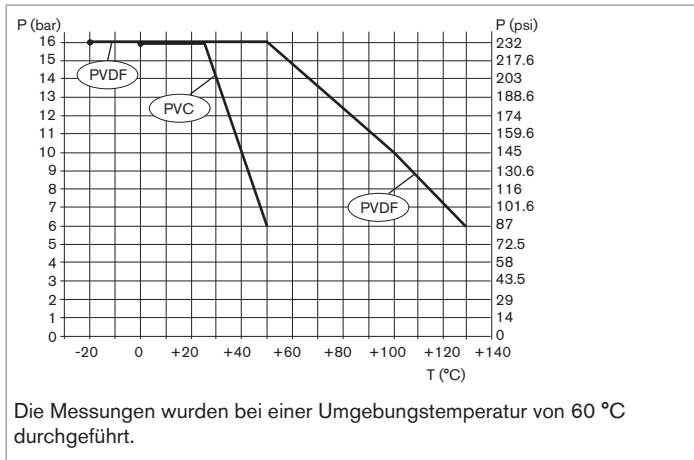
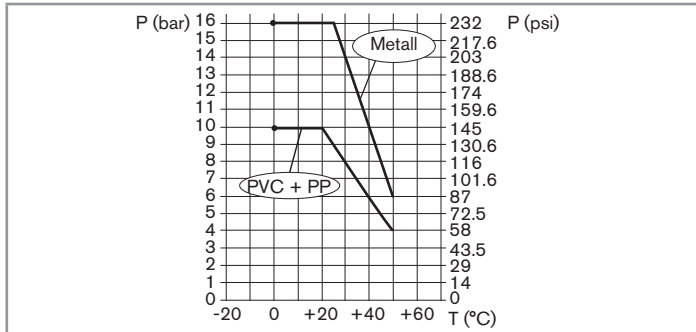
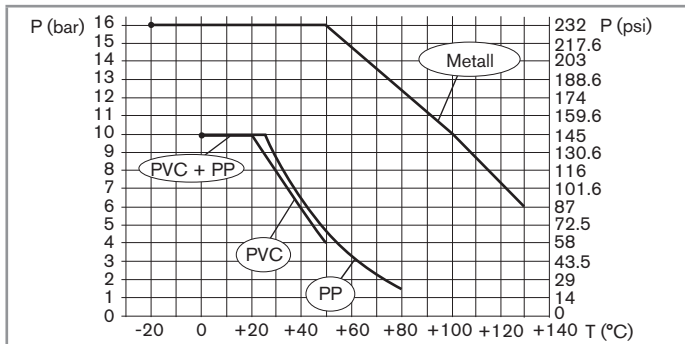

Bild 3 : Gerät ohne Sonde, Überwurfmutterwerkstoff PVC oder PVDF, Abhängigkeit Flüssigkeitsdruck-Flüssigkeitstemperatur,
Bild 4 : Gerätvariante Überwurfmutterwerkstoff PVC ohne Sonde, und S022 aus Metall, PVC oder PP, Abhängigkeit Flüssigkeitsdruck-Flüssigkeitstemperatur
Bild 5 : Gerätvariante Überwurfmutterwerkstoff PVDF ohne Sonde, und S022 aus Metall, PVC oder PP, Abhängigkeit Flüssigkeitsdruck-Flüssigkeitstemperatur
2) nicht durch UL bewertet	Der Druck der Flüssigkeit kann durch den Werkstoff der Überwurfmutter und die Flüssigkeitstemperatur eingeschränkt sein. Siehe Bild 3 , Bild 4 und Bild 5 .
<ul style="list-style-type: none"> Gerätvariante mit Überwurfmutter aus PVC 	<ul style="list-style-type: none"> 0...+50 °C <p>Die Flüssigkeitstemperatur kann durch die verwendete Sonde und den verwendete Fitting eingeschränkt sein. Siehe die entsprechenden Bedienungsanleitungen.</p> <p>Die Flüssigkeitstemperatur kann durch den Werkstoff der Überwurfmutter und den Druck der Flüssigkeit eingeschränkt sein. Siehe Bild 3 und Bild 4.</p>
<ul style="list-style-type: none"> ▪ Gerätvariante mit Überwurfmutter aus PVDF 	<ul style="list-style-type: none"> ▪ $-20...+130\text{ °C}$ <p>Die Flüssigkeitstemperatur kann durch die verwendete Sonde und den verwendete Fitting eingeschränkt sein. Siehe die entsprechenden Bedienungsanleitungen.</p> <p>Die Flüssigkeitstemperatur kann durch den Werkstoff der Überwurfmutter und den Druck der Flüssigkeit eingeschränkt sein. Siehe Bild 3 und Bild 5.</p>